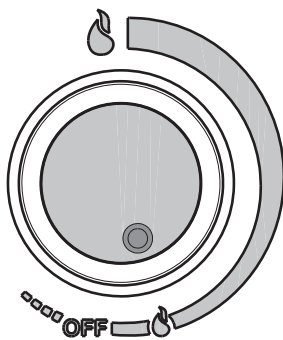

fig. 8B
- Pentru pornirea încălzitorului rotiți selectorul "A" până la poziția simbolului "☼" (fig. 8B).
Aparatul este echipat cu un dispozitiv numit economizator de gaz, cu intermediul căruia se poate alege după plăcere temperatura apei calde, furnizând apa la temperatura cea mai apropiată de cea utilizată, realizând între timp o economisire semnificativă de gaz. Dispozitivul economizor este introdus prin rotirea butonului "A" până când ajunge în poziția "☼" (fig. 8B). Instalarea economizatorului dă posibilitatea de a limita puterea termică maximă furnizată când solicitarea de utilizare în general este mai scăzută (salt termic redus sau debit redus de prelevare, de exemplu în timpul perioadei estive).